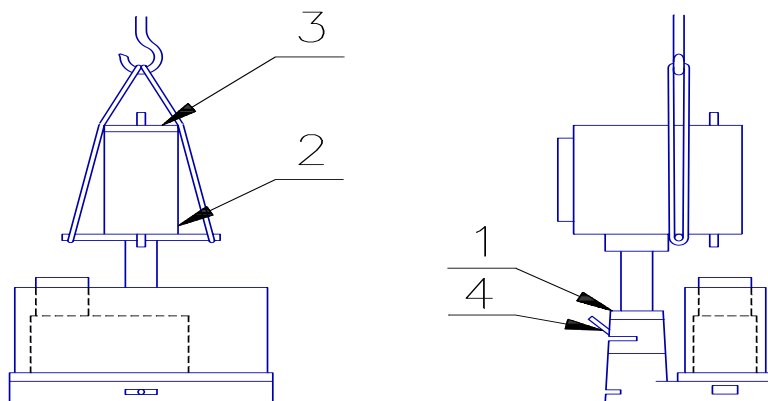

Рис. 9
Станок весит приблизительно 1430 кг без оборудования и упаковки. Подъем станка осуществляется посредством перекладки (предоставляется в комплекте со станком – см. рис. 9, пункт 2). Между ремнями помещается доска, см. пункт 3.
6. Ослабьте защитные винты (пункт 1 на рис. 9) и рукоятку (пункт 4 на рис. 9).
7. Теперь можно поднять хонинговальную коробку и колонну примерно на 300 мм, как это показано на рис. 9.
ВАЖНО: Никогда не пытайтесь поднять станок, в то время как хонинговальная коробка сама находится в поднятом положении. Если станок требуется передвинуть, нужно снова опустить колонну, а также раскрутить предохранительные винты (пункт 1, рис. 9).